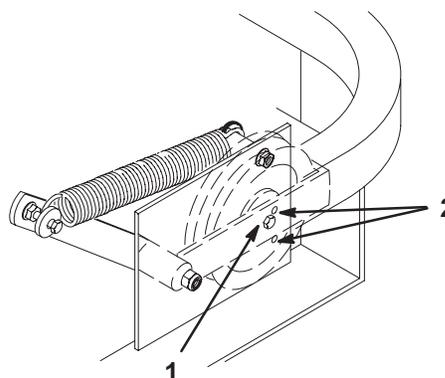

Figure 62
6. Vérifiez la tension de la courroie. Le boulon central de la poulie de tension rappelée par ressort doit se trouver entre les deux trous d'alignement de la plaque de support gauche (Fig. 62).
Note: Contrôlez la position du boulon central à la hauteur de coupe la plus basse. Le boulon central doit être au même niveau ou en dessous du trou d'alignement supérieur. Contrôlez la position du boulon central à la hauteur de coupe la plus haute. Le boulon central doit être au même niveau ou au-dessus du trou d'alignement inférieur (Fig. 62).
8. Vérifiez de nouveau la tension de la courroie. Le boulon central de la poulie de tension rappelée par ressort doit se trouver entre les deux trous d'alignement de la plaque de support gauche (Fig. 62). Réglez au besoin et serrez toute la visserie solidement.